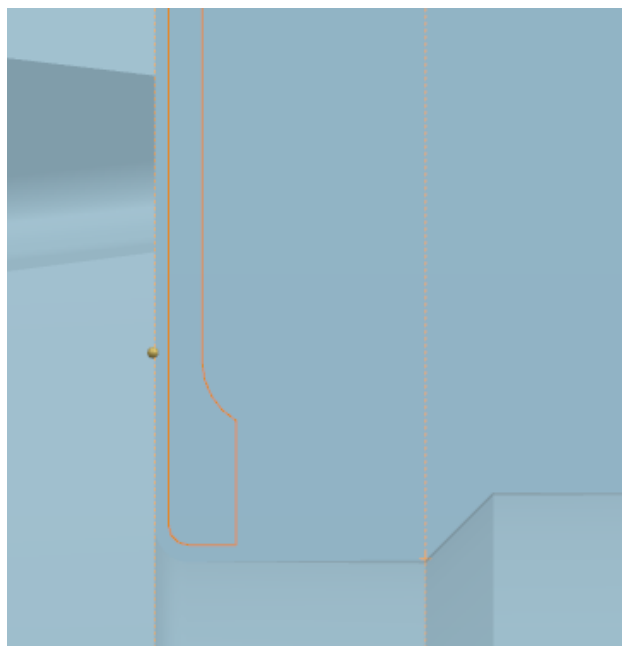

Рисунок 31 Выбор верха вертикального отрезка
9. Выберите верх вертикального отрезка на левой стороне канавки, как показано ниже (рисунок 31).